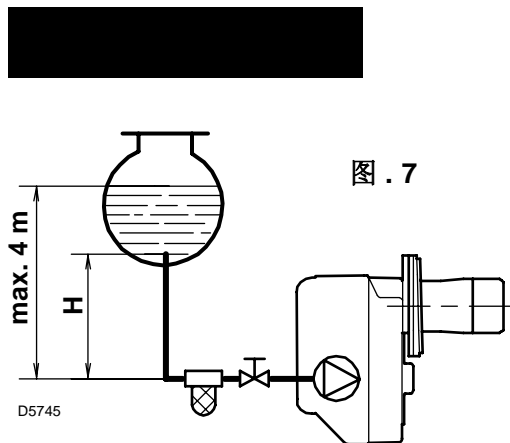
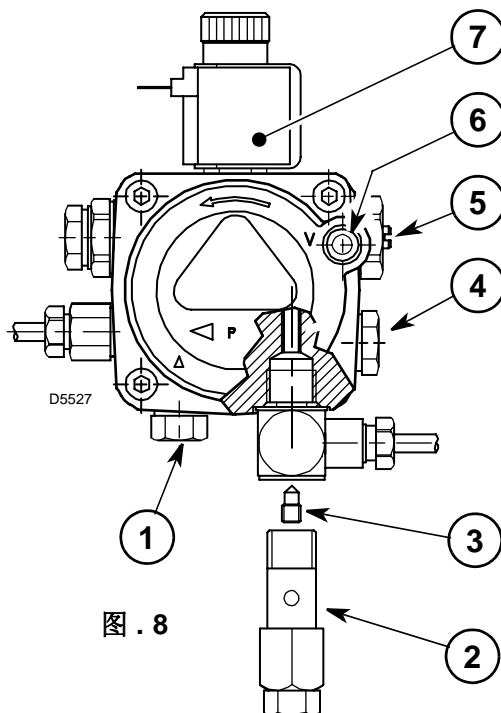

图 . 7
图 . 8
设计时泵是按双管运行的。如单管运行，须拧下回油螺钉 (2)，移开旁路螺钉 (3) 后再拧紧螺钉 (2)。(参见图 .8).
在图 . 7 所示系统中，松开油压表接口螺钉 (6, 图 . 8) 直到有油流出就可以了。
压力表必须安装在接口处 (4, 图 . 8, P 4)。